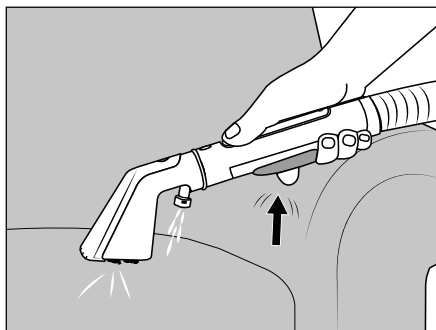

Fig. 6
- ◆ Palosni dorezat mbajtëse ⑩ lart dhe çojeni pajisjen në vendin ku ju nevojitet.
- ◆ Hiqeni tubin e spërkatjes/thithjes ⑪ nga mbajtëset e tubit ⑪/⑫.
- ◆ Vendosni mbajtësen e tubit ⑪ në pajisje.
- ◆ Mbajeni tubin e spërkatjes/thithjes ⑪ në njësinë e dorës.
- ◆ Shtypni butonin e ndezjes/fikjes ⑨ për të ndezur pajisjen.
- ◆ Mbajeni kokën e tapicerisë ②② 2-3 cm mbi zonën që do të pastrohet. Shtypni butonin e spërkatjes ②① për të aplikuar ujë/solucion pastrimi nga koka e spërkatjes ②⑤ (shih Fig. 6).